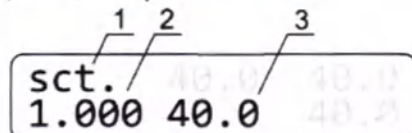

Рисунок 4. Дисплей в калибровочном режиме: 1. Индикатор калибровки; 2. Коэффициент калибровки; 3. Температура с текущим коэффициентом
Для изменения калибровочного коэффициента держите нажатой клавишу **TIMER RUN/STOP** дольше 8 с для входа в калибровочный режим. На дисплее появится калибровочный коэффициент, см. рис. 4.
- 7.3. **Восстановление заводских установок.** Чтобы восстановить заводские установки, с помощью кнопок **▲** и **▼ T (°C)** установите значение коэффициента 1.000, как показано на рис. 4/1. Нажмите кнопку **▶/■ RUN/STOP** один раз, чтобы сохранить изменения.
- 6.4.5. Держите клавишу **TIMER RUN/STOP** нажатой более 8 с, чтобы активировать режим калибровки. Дисплей покажет параметры, изображенные на рис. 4.